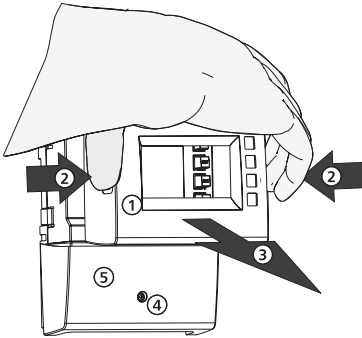

Abb. 1: Frontblende entfernen
- ▶ Frontblende ① an seitlichen Griffrielen fassen ② und nach vorne abziehen ③ (Abb. 1).
1. Schraube ④ lösen (Abb. 1).
2. Klemmenabdeckung ⑤ abnehmen.